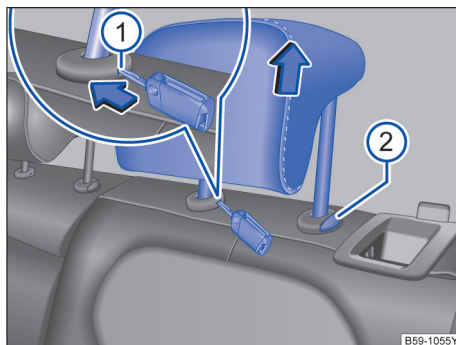

图 79 拆卸和安装后排头枕
- 将打开的汽车钥匙头插入护套的槽内 → 图 79①，并沿箭头方向用力顶住。
- 同时按压按钮②，另一人将头枕完全拔出。
- 按住按钮 → 图 79② 向下移动头枕。